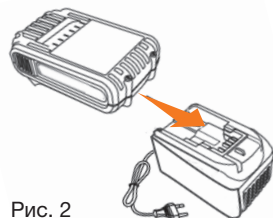

Рис. 2
- Подключите аккумулятор к зарядному устройству. Индикатор на зарядном устройстве загорится зеленым светом, и начнется процесс зарядки (Рис. 2).